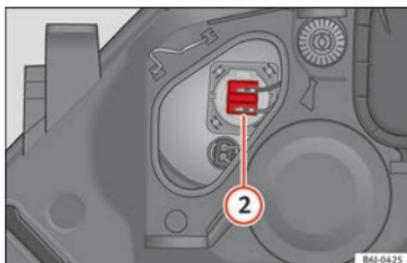

Fig. 183 Abbagliante.
- Estrarre il connettore **» fig. 183 2** tirando verso l'esterno.